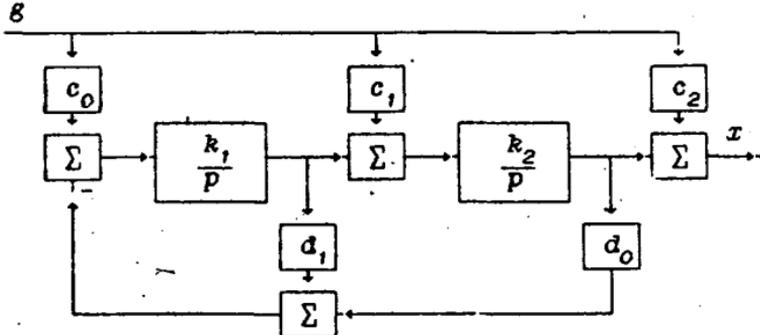

Рис.2.2
1. Определите передаточную функцию схемы, приведенной на рис.2.2.
2. Запишите характеристическое уравнение динамической системы, структурная схема которой приведена на рис.2.2. Выразите корни характеристического уравнения через параметры модели.